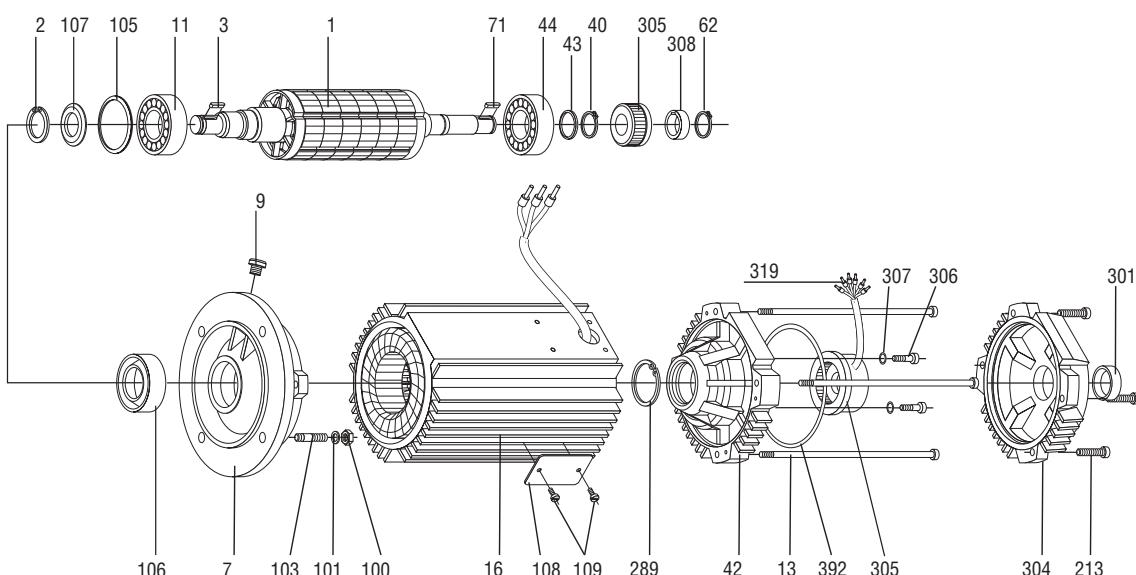

Fig. 19 : Moteur DFY sans frein
**Identification des pièces : (213/19) signifie : "Pièce 213 dans Fig. 19".**